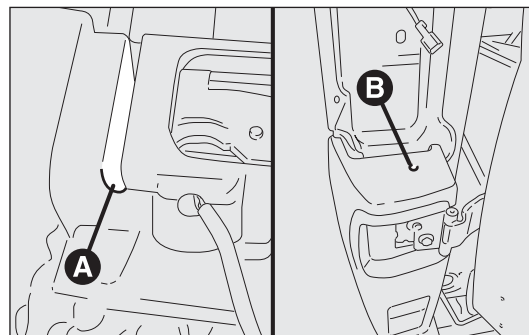

fig. 187
- ❑ svitare il fissaggio inferiore A tra paraurti centrale e laterale fig. 187;
- ❑ dopo aver smontato il fanale posteriore, svitare il fissaggio superiore B-fig. 187;